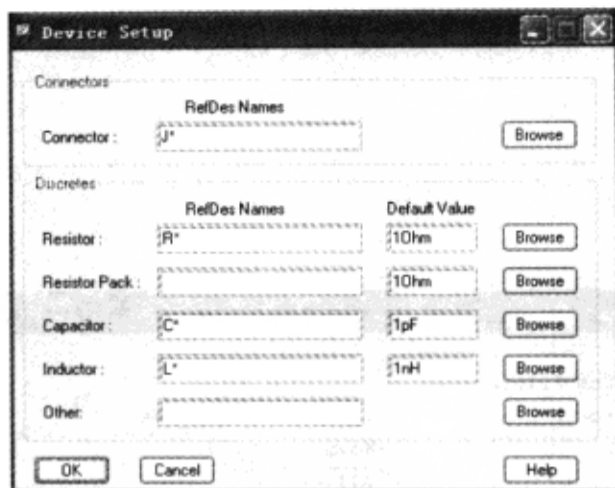

图 2-6-10 “Device Setup” 对话框
(2) 单击“Device Setup”按钮，弹出“Device Setup”对话框，如图 2-6-10 所示。